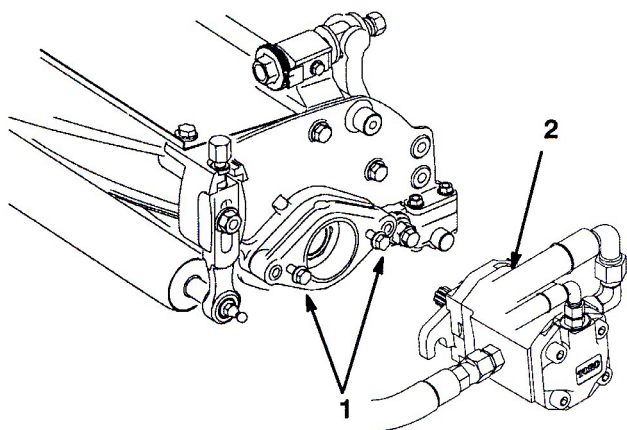

図20
9. 各カッティングユニットに リール・モータ固定ネジを取り付ける。ネジ山を 13 mm 程度突き出させておく (図20)。
11. リールモータのシャフトのスプライン部にグリスを塗布する。モータを取り付け穴に正対させ、時計方向にひねってスタッドを一回かわし、次に左回りにひねって、キャップスクリューにフランジをしっかりと掛け、キャップスクリューを締める（図20）。